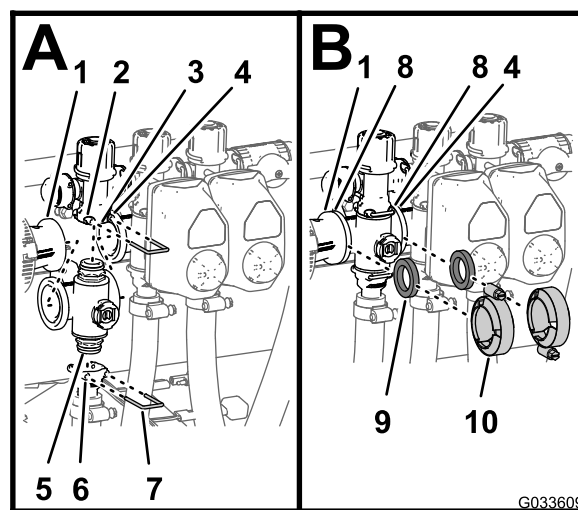

Рисунок 131
1. Вставьте верхний штуцер торцевой крышки коллекторного клапана в перепускной штуцер (Рисунок 131 А).
2. Закрепите штуцер торцевой крышки на перепускном штуцере, вставив держатель в гнездо перепускного штуцера (Рисунок 131 А).
3. Установите выпускной штуцер на нижний штуцер торцевой крышки коллекторного клапана (Рисунок 131 А).
4. Прикрепите штуцер торцевой крышки к выпускному штуцеру, вставив держатель в гнездо выпускного штуцера (Рисунок 131 А).
5. Установите прокладку между фланцами переходной муфты и коллектором клапана секции (Рисунок 131 В).
6. Смонтируйте переходную муфту, прокладку и коллектор клапана секции с помощью хомута, затянув его от руки (Рисунок 131 В).
7. При установке 2 самых левых клапанов секций установите прокладку между фланцами 2 прилегающих коллекторов клапанов секций (Рисунок 131 В).
8. Смонтируйте 2 находящихся рядом коллектора клапанов секций и прокладку с помощью хомута, затянув его от руки (Рисунок 131 В).